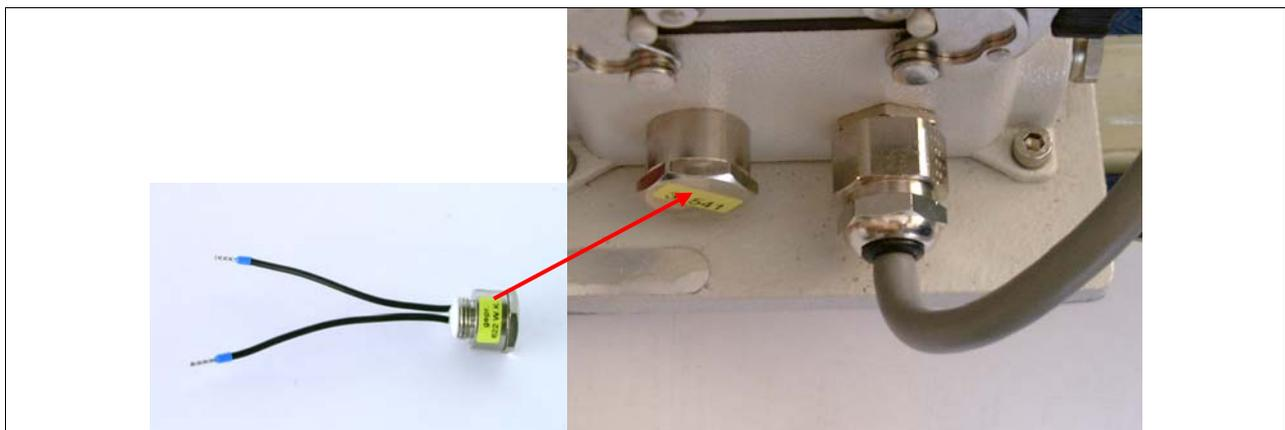

Figura 27: Entrada del cable y terminador del bus en la parte inferior del dispositivo VISATRON®
La conexión a los dispositivos de supervisión se realiza a través de un bus de dos cables RS485. En caso de usar una instalación de Remote Indicator II o ReCon DS23 estándar la conexión es sólo un enlace de dos puntos. El sistema de bus del dispositivo OMD debe terminar en la resistencia. Se encuentra integrada en el terminador (consultar Figura 27), que se suministra con el dispositivo de supervisión.
El cable de comunicación usado debe ser un cable de par trenzado y blindado. Recomendamos LAPPKABEL UNITRONIC-FD CP (TP) plus UL-CSA, AWG20. La longitud total del bus se limita a 400 m. La entrada del cable del dispositivo VISATRON® (consultar Figura 27) en el dispositivo VISATRON® está diseñada para un cable con diámetro exterior entre 7,5 y 10,0 mm.